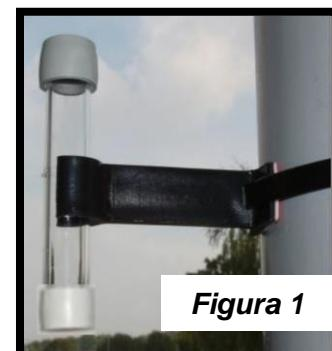

Figura 1
- 3 Fissa la staffa** utilizzando l'adesivo e una o due fascette. Posiziona quindi il campionatore **in verticale**, con **apertura verso il basso** (*tappo bianco in basso, tappo grigio in alto* – vedi *Figura 1*). Se puoi, scatta una **foto del campionatore installato** e partecipa alla nostra **Sfida Social**. Ricorda di **conservare il contenitore** del campionatore.